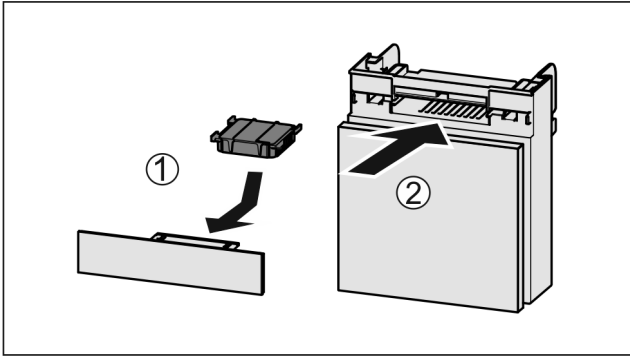

Fig. 89
- ▶ Insérer le filtre à charbon actif d'après le schéma Fig. 89 (1).
- ▶ Insérer le compartiment Fig. 89 (2).